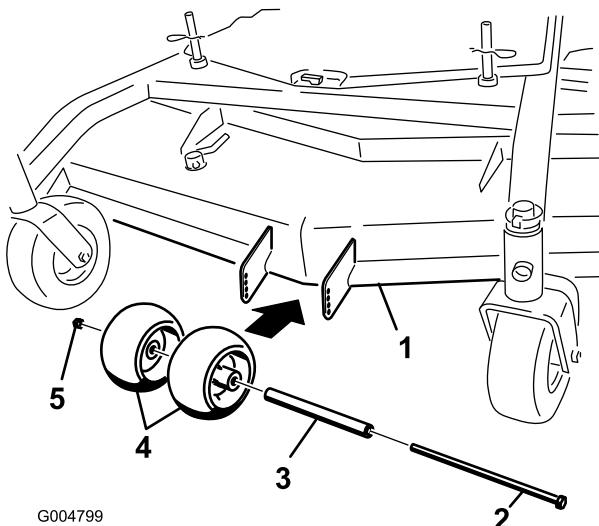
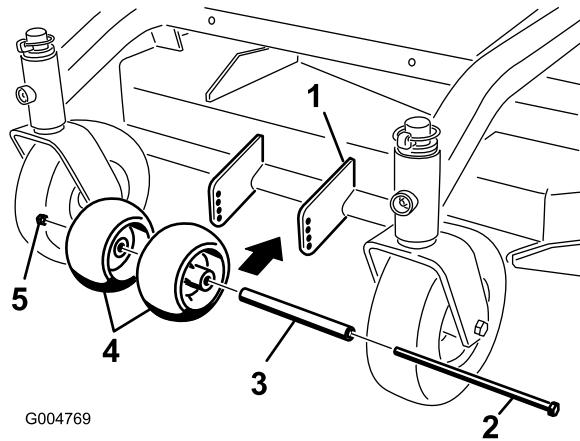
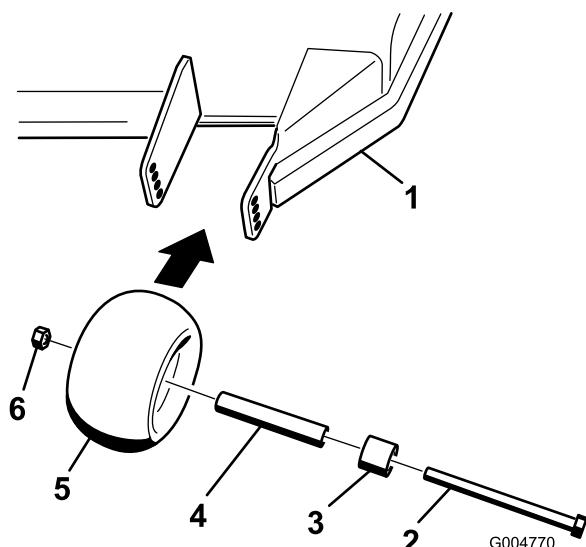

Figura 14
Figura 16
Figura 15
1. Despues de ajustar la altura de corte, revise los rodillos para asegurarse de que haya una separación mínima del suelo de 10 mm (3/8 pulg.) (Figura 14, Figura 15, Figura 16).
2. Si es necesario realizar ajustes, retire el perno, las arandelas y la tuerca (Figura 14, Figura 15, Figura 16).
3. Seleccione un taladro para que los rodillos tengan una separación mínima del suelo de 10 mm (3/8 pulg.) (Figura 14, Figura 15, Figura 16).
4. Instale el perno y la tuerca (Figura 14, Figura 15, Figura 16).